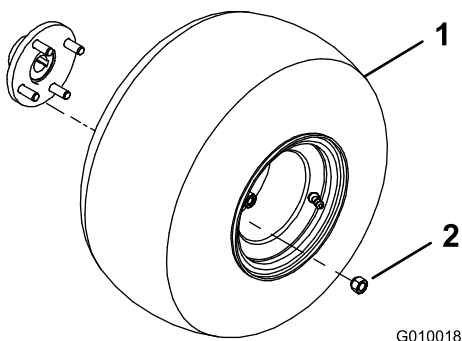

图 4
2. 用 4 个车轮螺母将车轮总成组装到各个后轮轮毂上图 4。